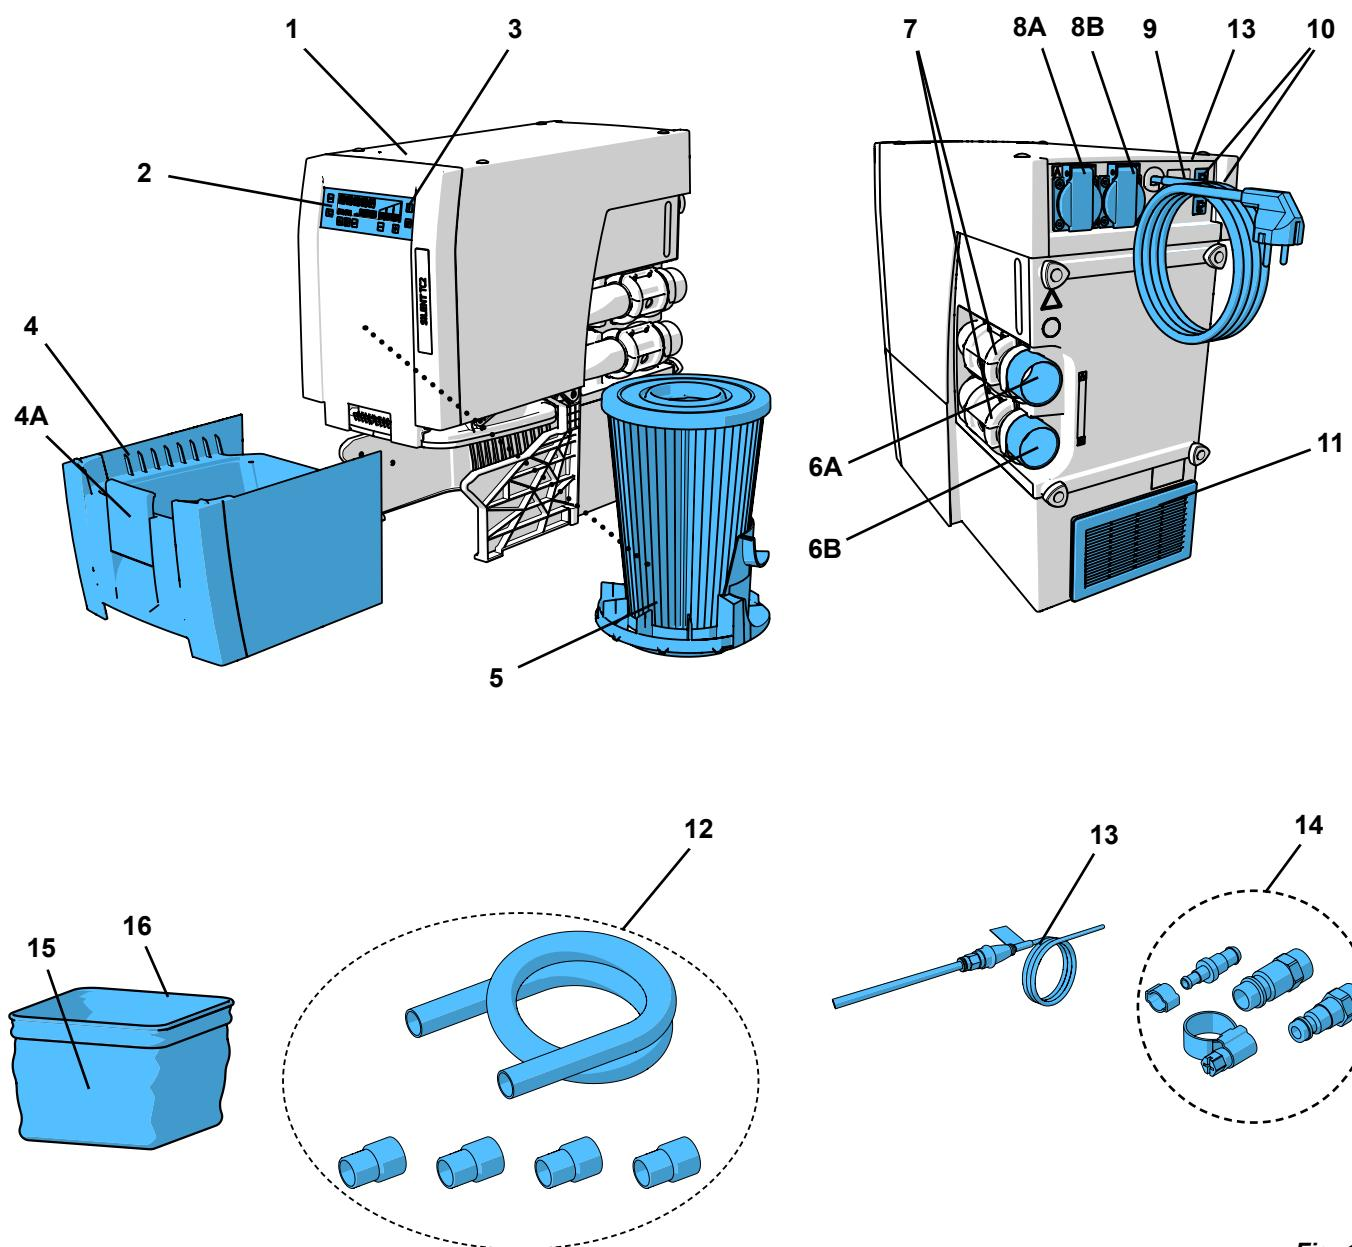

Fig. 1
- Orificiul de evacuare (11, Fig. 1) să nu fie blocat.
- Conductă externă de evacuare a aerului (A) (a se vedea capitolul 4.7).
- O deschidere în partea din spate a dulapului (B), de minimum 250 x 120 mm, în corespondență cu de ieșirea aerului de evacuare (11, Fig. 1).
- Îndepărtați partea din spate a dulapului (C). Distanța de la partea din spate a dulapului la perete min. 50 mm.
- ⇒ Desfășurați cablul de alimentare (9, Fig. 1) și introduceți ștecherul în priza electrică a clădirii.
- ⇒ Selectați racordul adecvat din setul de conexiuni furnizat (14, Fig. 1) și ataşați-l la capătul furtunului.